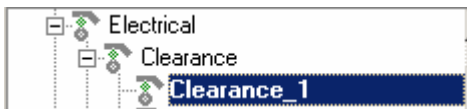

图 8.3 新建的默认名称为“Clearance_1”的规则
(3) 在弹出的菜单中选择“New Rule”命令,系统在“Clearance”规则下新建一个默认名称为“Clearance_1”的规则,如图 8.3 所示。